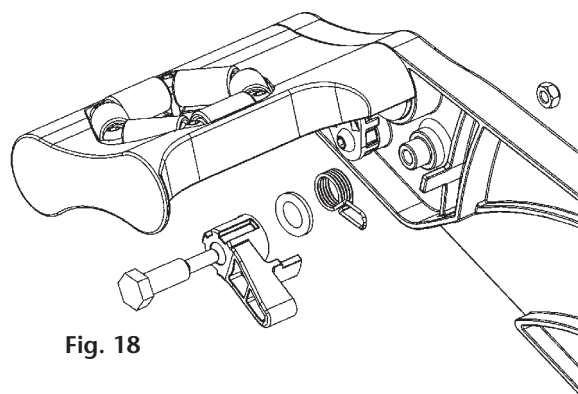

Fig. 18
- Remove the nut that fixes the latch (Fig 18).
- Quitar la tuerca que une el trinquete con el brazo del enrollador (Fig 18).